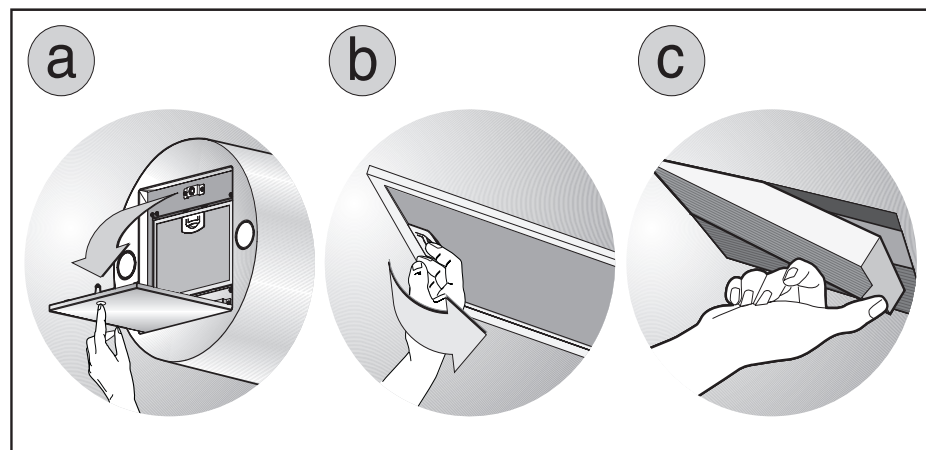

Fig.2
- Фильтры на базе активированного угля должны применяться к группе вытяжки, расположенной внутри колпака (Рис.2с).
- Прежде чем приступить к операции монтажа, в целях обеспечения более легкой управляемости колпака, откройте панель, надавливая на указанную точку, см. рис. 2а.
Снимите алюминиевую панель с помощью ручки, как указано на рис. 2b. Если продукт оснащен фильтрами на базе активированного угля, снимите их, натягивая рычаг наружу, как указано на рис. 2с.